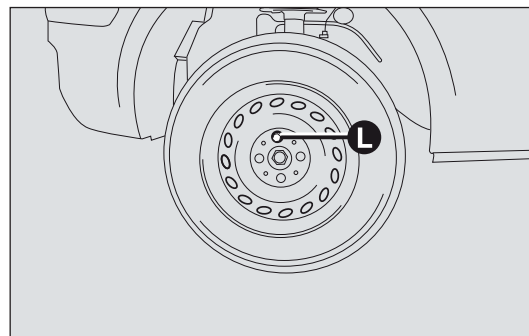

fig. 125
- ☐ retire el tapacubos (si está presente) después de haber aflojado los tres tornillos que lo fijan y, por último, afloje el cuarto tornillo L-fig. 125 y retire la rueda;